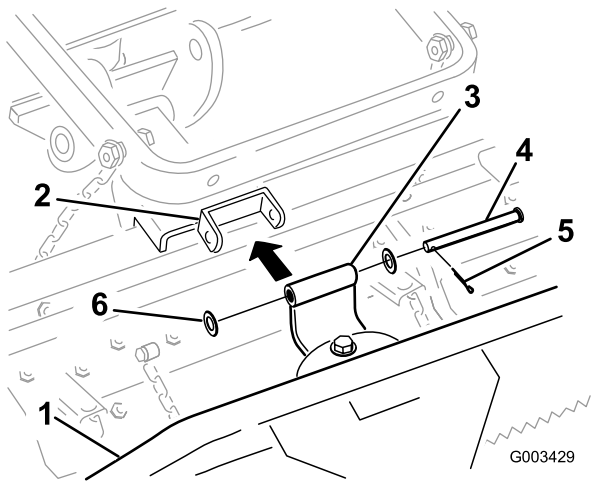

図 5
- ピボット・ブラケットをツース・レーキに 図 5 のように取り付ける；クレビス・ピン (1/2 x 4-1/2 inches), 2 ワッシャ (0.531 x 1.063), コッター・ピンを使用する。